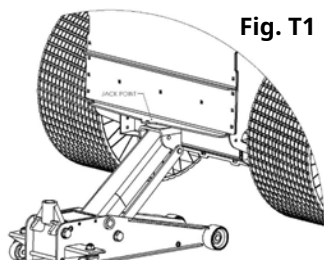
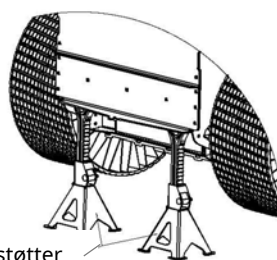

Fig. T1
Fig. T2
**Arbejd aldrig under maskinen eller tilbehøret, medmindre det er sikkert understøttet med donkrafte.** Sørg for, at maskinen er sikker, når den hæves og placeres på donkraften. Donkrafte bør ikke tillade maskinen at bevæge sig, når traktionsdrivsystemet kører, og drivhjulene roterer. **Brug kun certificerede donkrafte**. Brug kun passende donkrafte med en **minimumsvægt på 900 til 1000 kg** for at blokere enheden. Brug kun i par. Følg instruktionerne, der følger med køretøjets stativer. Rør ikke ved maskinens varme dele. Se **Fig. T1** til bagløftedonkraft og **Fig. T2** til bagerste donkraftsplaceringer.